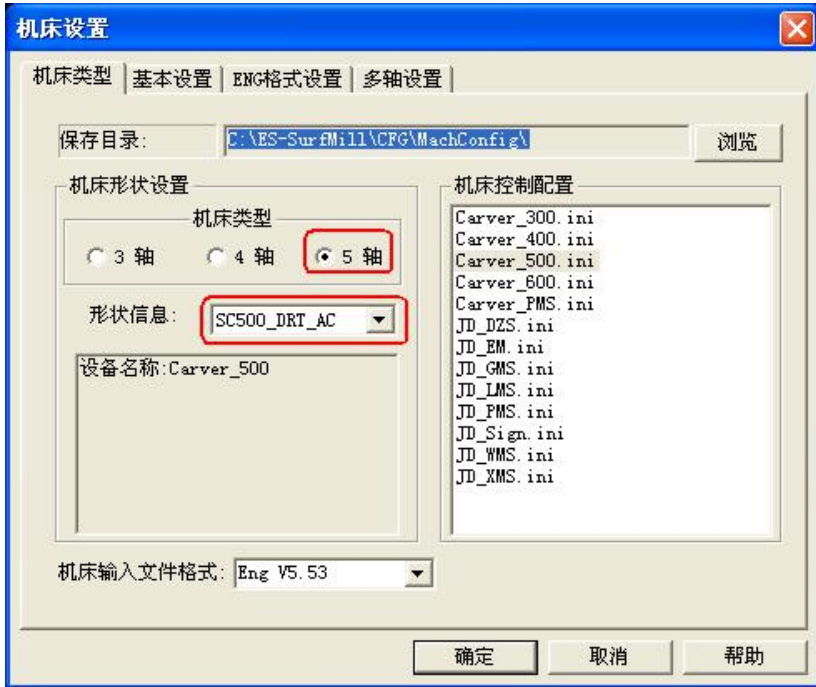

图 6-12 机床形状设置
- b) 在机床类型界面进行机床形状设置，如图 6-12 所示